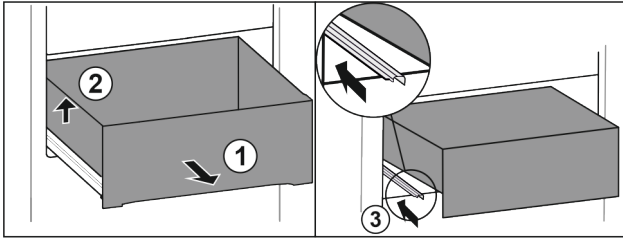

Fig. 84
- ▶ Schubfach bis zum Anschlag herausziehen. Fig. 84 (1)
- ▶ Schubfach links anheben. Fig. 84 (2)
- ▶ Linke Schiene einschieben. Fig. 84 (3)